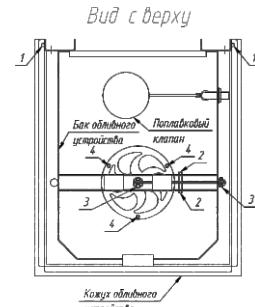

Рис. 4
- 6** Установите декоративный кожух на бак обливного устройства и закрепите его при помощи болтов 1 (см. рис. 4)
- 3** снимите декоративный кожух с бака обливного устройства открутив болты 1 (см. рис. 4)
- 6** отсоедините рычаг слива от сливного механизма раскрутив гайки 2 и 3 (см. рис. 4)
- 7** извлеките сливной механизм из бака обливного устройства раскрутив гайки 4 (см. рис. 4)